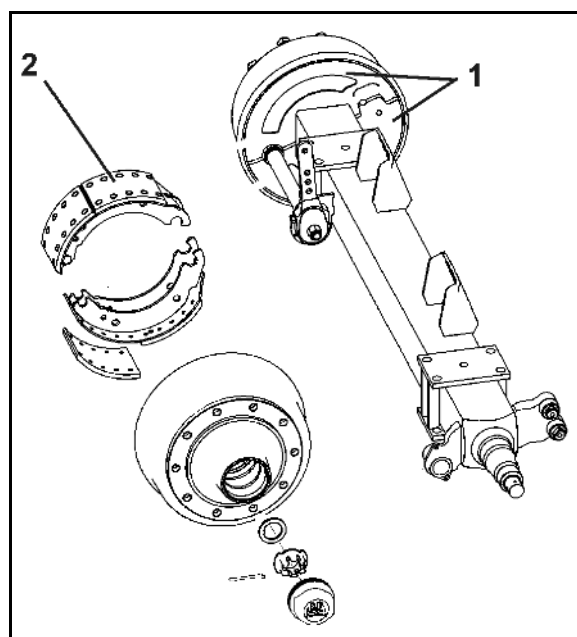

図 72
1. 走行方向に向かって（矢印を参照）両側の後方にあるロックナット（図 72/1）を、左に回して外します。
2. 走行方向に向かって（矢印を参照）両側にあるナット（図 72/2）を、同じように左に回します。
ナット（図 72/2）の調節幅は、床ベルトの両側で、同程度になっていないてはなりません。両方のナット（図 72/2）は、 $\frac{1}{2}$ キー回転以上回してなりません。ロックナットを締め付けて、コンベアベルトが再び規則正しく駆動されるか確認します。